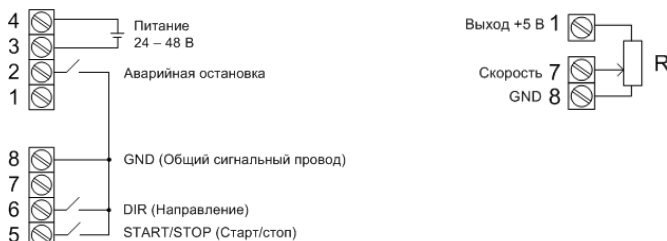

Рис. 3. Подключение питания и внешних цепей управления
2. Подключите внешние цепи управления – в соответствии со схемой подключения на рис. 3: